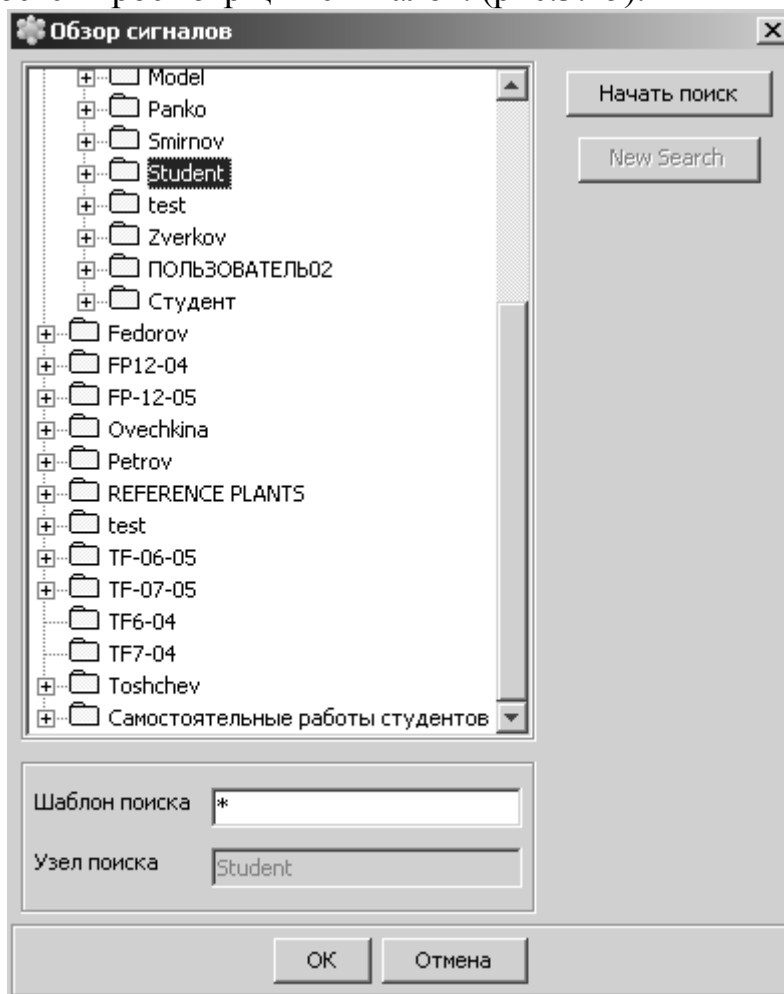

Рис.3.15. Просмотрщик сигналов
2. Откроется просмотрщик сигналов. (рис.3.15).